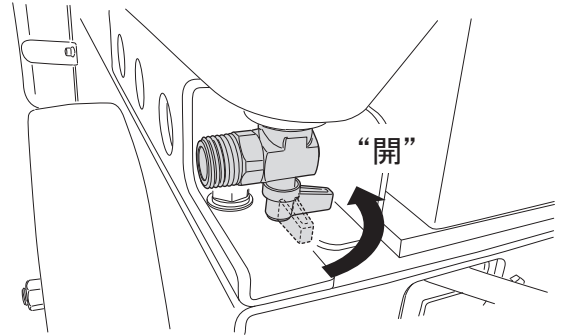

図 43
5. 排水コックを開けて水タンク内の残った水を捨てます。（図43）